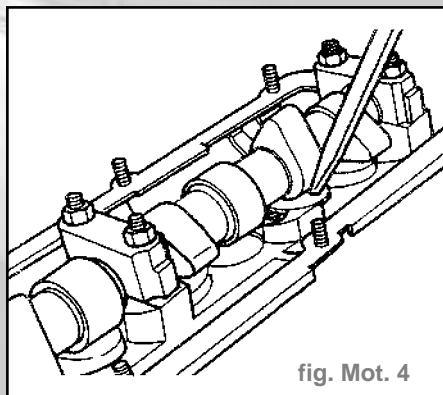

fig. Mot. 4
- Repousser le poussoir en coupelle vers le bas avec une cale en bois ou en plastique. Si une course à vide de plus de **0,1 mm** est perceptible jusqu'à l'ouverture de la soupape, remplacer le poussoir (fig. Mot. 4).